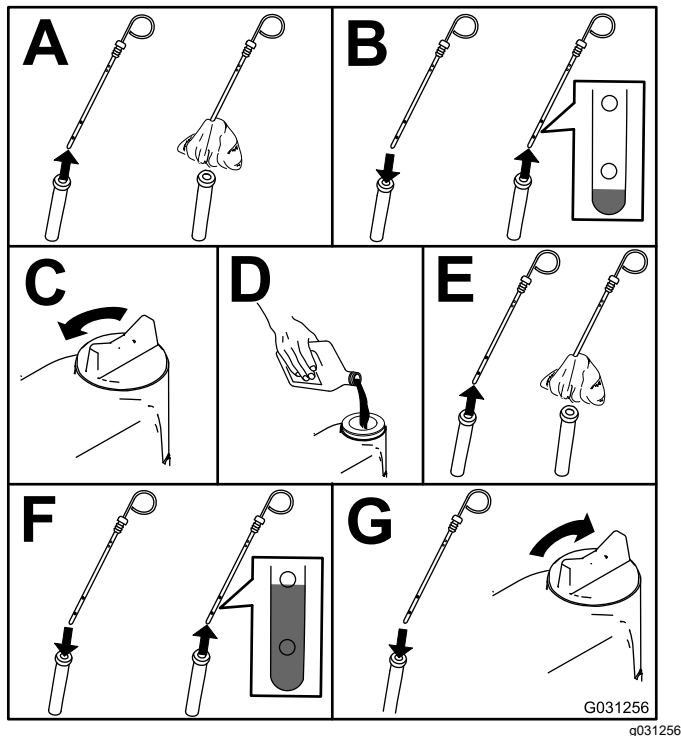

Bild 50
2. Prüfen Sie den Ölstand im Motor, siehe Bild 50.